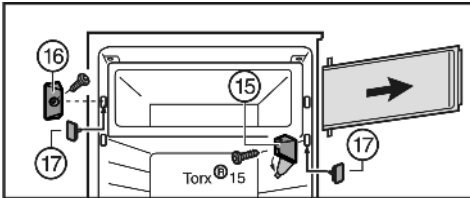

Fig. 7
- ▶ Зніміть кришку на опорному кронштейні *Fig. 7 (15)*.
- ▶ Відкрутіть опорний кронштейн *Fig. 7 (15)* з дверцятами камери.
- ▶ Відкрутіть замок *Fig. 7 (16)*.
- ▶ Закрийте отвори, які звільнилися, пробками *Fig. 7 (17)*, що входять у комплект.